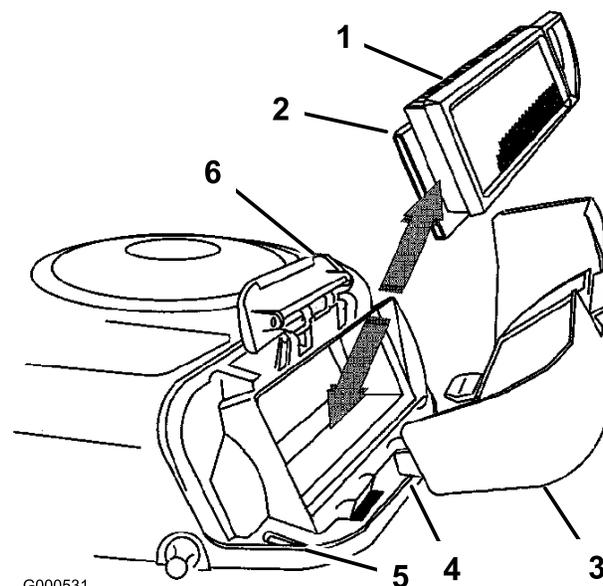

Figura 22
4. Estraiete con cautela l'elemento in schiuma sintetica e l'elemento di carta dal convogliatore (Figura 22).
2. Allineate le linguette del coperchio del filtro dell'aria con le fessure del convogliatore (Figura 22). Agganciate il manico sul coperchio, quindi premete sul manico per fissare saldamente il coperchio.